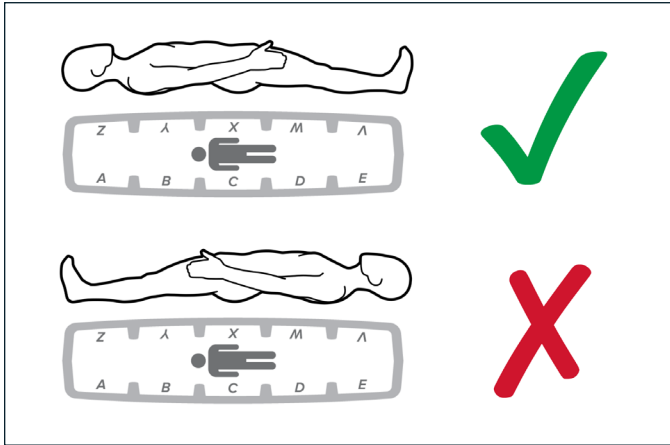

Abb. 4
3. Stellen Sie sicher, dass die Basis der Kniestütze korrekt ausgerichtet ist, indem die Etikettenrichtung an die obere und untere Richtung des Patienten angepasst wird, und montieren Sie sie dann auf der Indexschiene (Abb. 4 und 5).